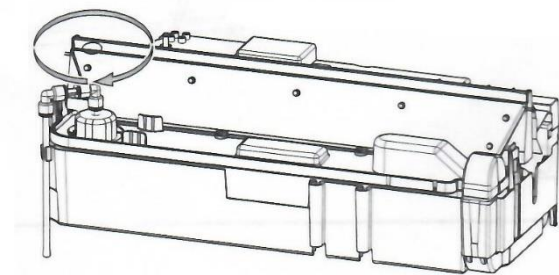

Fig 29
3. Maak de 'vuldop' los door hem met de klok mee te draaien, totdat hij uit de vergrendelde positie klikt (Fig. 29).